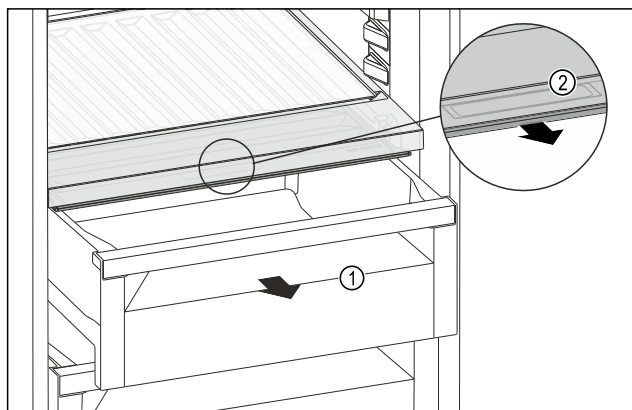

Fig. 172
- ▶ Zásuvku Fig. 172 (1) vytáhněte.
- ▶ Uchopte prohlubeň pro rukojeť Fig. 172 (2) na víku zásuvky a současně zatáhněte za víko zásuvky směrem dopředu.